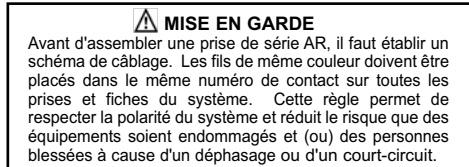

Figure 3. Enlèvement de la pince de retenue
- Enlever les clips de retenue de tous les contacts situés à l'avant de l'isolateur arrière, à l'exception du contact de mise à la terre des prises de style 2. Pour enlever les clips, insérer une lame de tournevis plate entre le clip et le contact, puis faire pivoter le tournevis pour libérer le clip. Détacher les contacts du corps de l'isolateur arrière. Voir la figure 3.